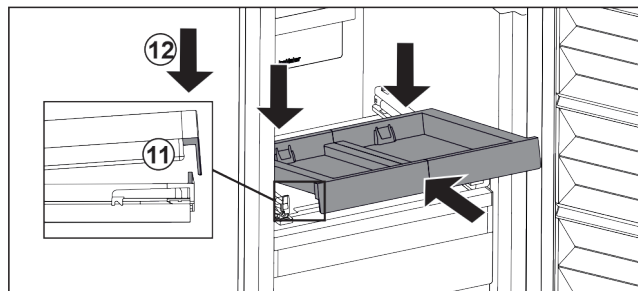

Fig. 127
- ▶ Skjut in i vinkel. Kontrollera att stoppet befinner sig på båda sidorna bakom fliken. Fig. 127 (11)
- ▶ Sätt ned utdragshyllan framtill. Fig. 127 (12)